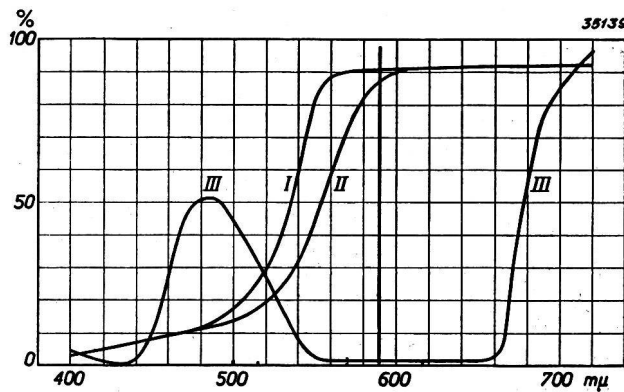

Abb. 3.
Die abgebildeten Kurven (Abb. 3) zeigen das Durchlassvermögen orangefarbenen Selektivaglasses im kalten Zustand (I), bzw. bei der Betriebstemperatur der Natriumlampen (II) für die Wellenlängen des sichtbaren Lichtes und weiter (III) für klares Glas, das mit einer geeigneten grünen Farbe derart bedeckt ist, dass von dem Tageslicht insgesamt etwa 25 % durchgelassen werden. Die senkrechten Linien zeigen die relative spektrale Zusammensetzung des reinen Natriumlichtes.